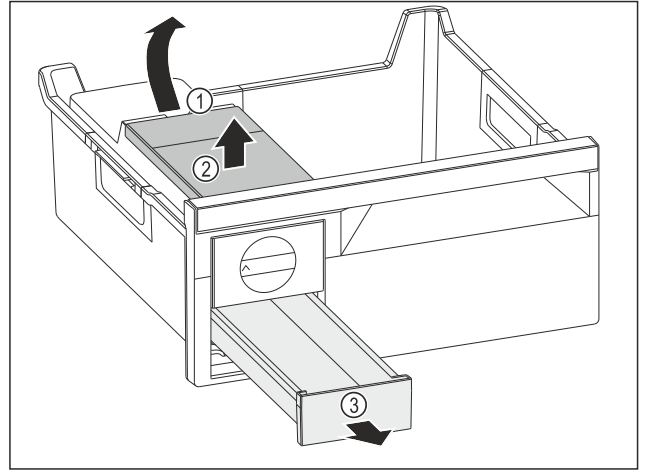

Fig. 165
- Su deposunu çıkarma: Su deposunu boşluktan Fig. 165 (1) tutarak yukarı kaldırın.
- Su deposunu Fig. 165 (2) yukarı doğru çıkartın.
- Buz küpü çekmecesini Fig. 165 (3) öne doğru çıkartın.